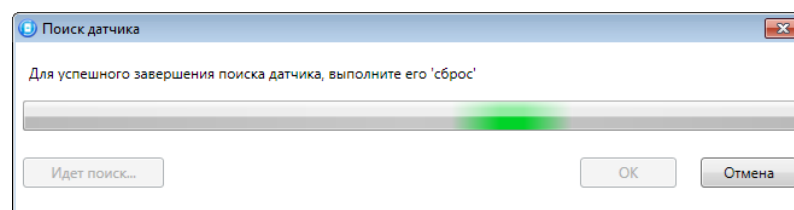

Рис. 5.28. Поиск радиоустройства
3. После нажатия кнопки *OK* начнется поиск радиоустройства контроллером (Рис. 5.28). Для того чтобы радиоустройство было найдено контроллером, его состояние должно быть сброшено. Для того чтобы выполнить сброс состояния любого радиоустройства Livi, достаточно подключить к нему элемент питания (батарейку). В новых радиоустройствах Livi для этого достаточно извлечь пластиковую пластинку, отделяющую элемент питания от контакта держателя. Подробные сведения о сбросе состояния радиоустройств см. в документации к ним.